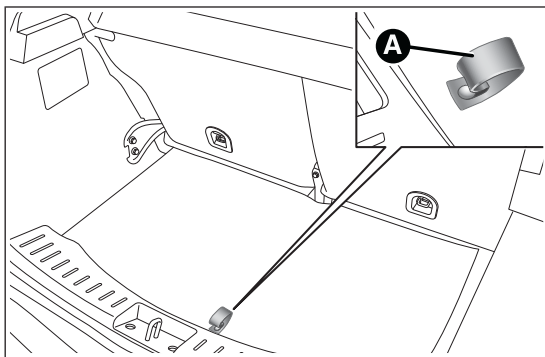

fig. 101
- ☐ abrir el maletero, tirar de la lengüeta A fig. 101 y levantar la alfombrilla de revestimiento hacia arriba;